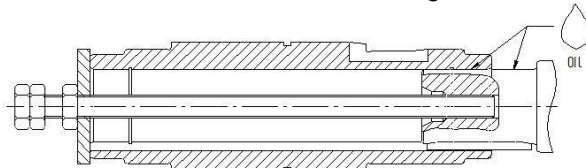
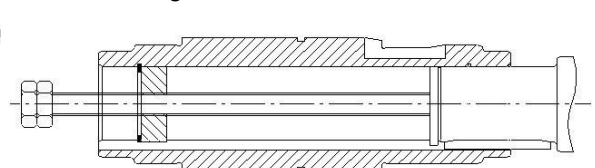

Abbildung 13: Montage eines Aufsteckgetriebes
Abbildung 14: Demontage eines Aufsteckgetriebes
Hohlwellen nicht aufschlagen und wie in Abbildung 13 montieren. Demontage von Hohlwellen mittels Abzieher oder ab Hohlwellenbohrungen > 32 mm nach Abbildung 14.
- Klemmschraube leicht lösen (vgl. Abbildung 14).